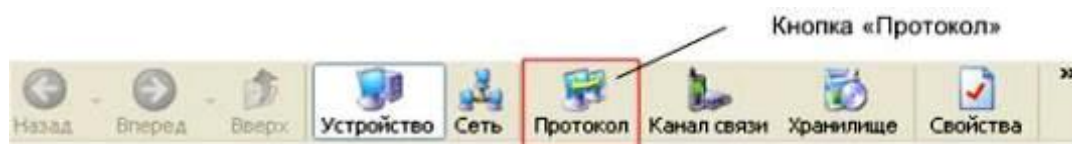

Рисунок 40 – Кнопка «Протокол» на панели инструментов
5.3.7.1 Для изменения настроек протокола обмена нажать на панели инструментов кнопку «Протокол» (или через меню «Справочник → Протокол обмена») (рисунок 40). В результате откроется окно «Справочник».